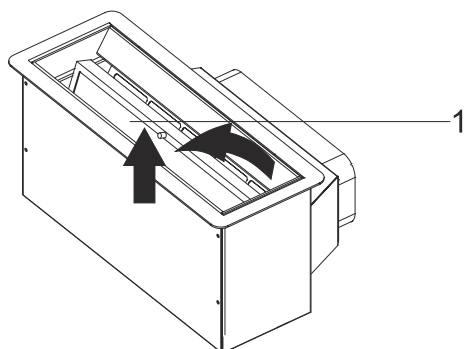

Fig. 7: Avmontering av fettfilter
3. ➤ Dra upp fettfiltret och ta bort det (Fig. 7).